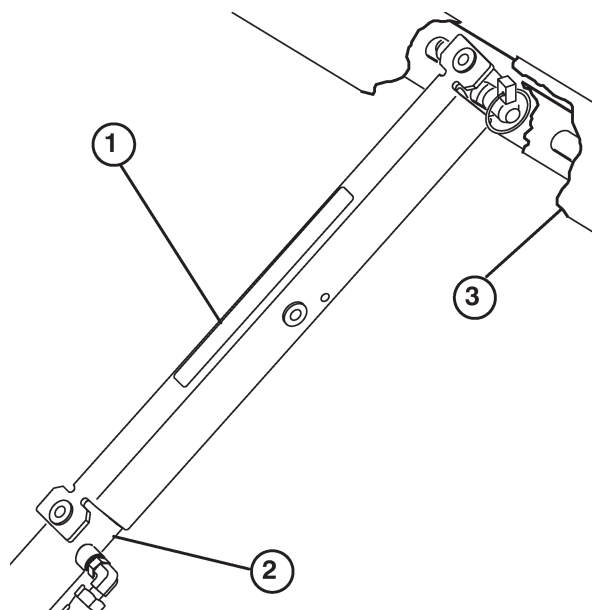

Bild 34
3. Schieben Sie die Ladepritschenstütze auf die Zylinderstange. Achten Sie darauf, dass die Stützenendlaschen auf dem Ende der Zylindertrommel und auf dem Ende der Zylinderstange aufliegen (Bild 34).